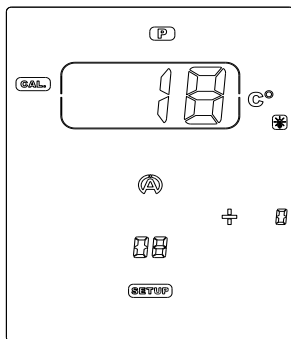

Figura 23
- 2) Collegare il sensore di temperatura (*figura 23*).